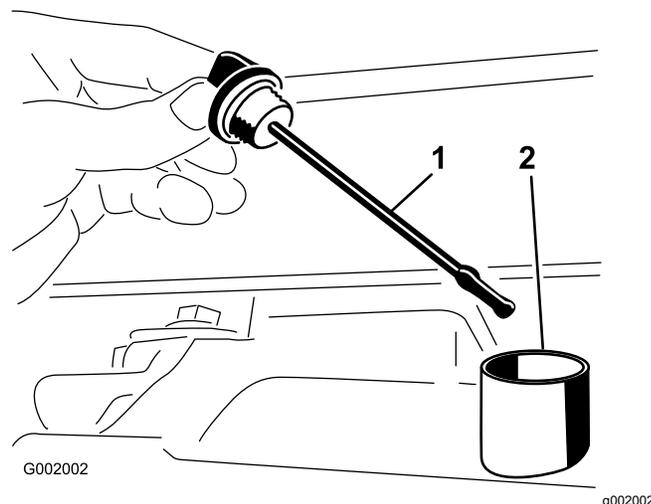

Рисунок 54
2. Выньте масломерный щуп моста с коробкой передач и протрите его чистой ветошью (Рисунок 54).